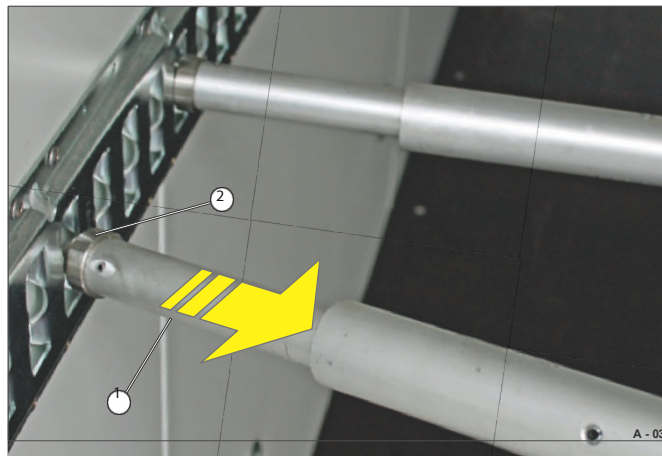

Fig. 34 Desmontagem da barra de bloqueio
- Guie cuidadosamente a cavilha de extremidade (Fig. 34/2) da peça terminal telescópica (Fig. 34/1) para fora da calha de amarração - retire lentamente a carga da barra de bloqueio.